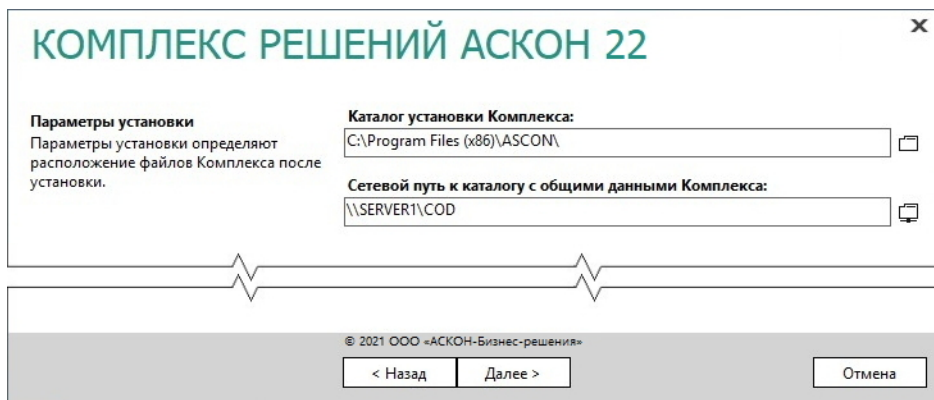

Рис. 4.58
1. Укажите полное имя каталога, в который будут установлены указанные компоненты *Комплекса* (рис. 4.58). При необходимости воспользуйтесь кнопкой **Выбрать**, чтобы указать каталог в стандартном окне Windows.